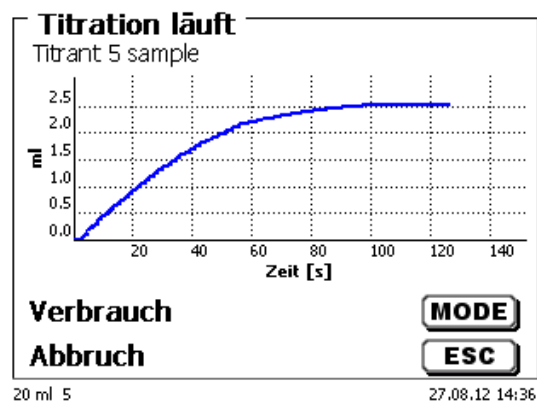

Fig. 77
- ou la courbe de titrage en ml/temps [s] (Fig. 77).